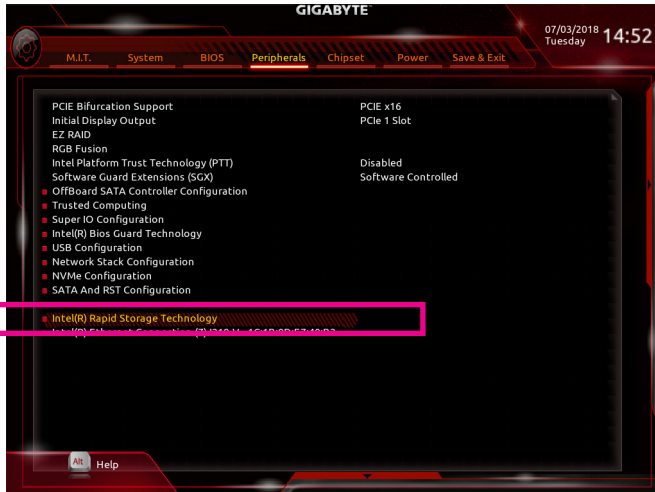

图7
重新开机后，请进入BIOS程序设定画面，再进入「Peripherals\Intel(R) Rapid Storage Technology」子选单(图7)。